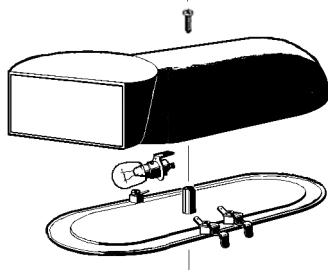

figura 18
**3** Sostituzione della lampada del coperchio luminoso: togliere l'apposita vite posta nella parte superiore del coperchio, estrarre la parte inferiore e sostituire la lampada (utilizzare una lampada da 24-28V 21W max). Rimontare il coperchio e chiuderlo con l'apposita vite. (vedere figura 18).